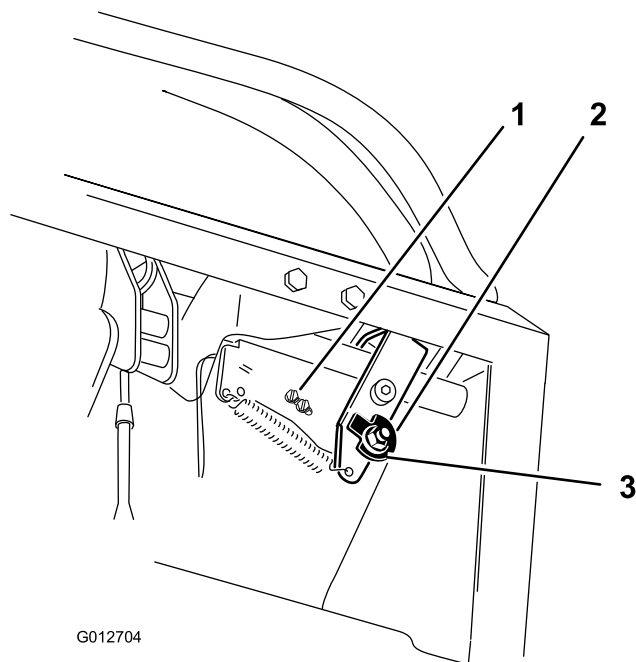
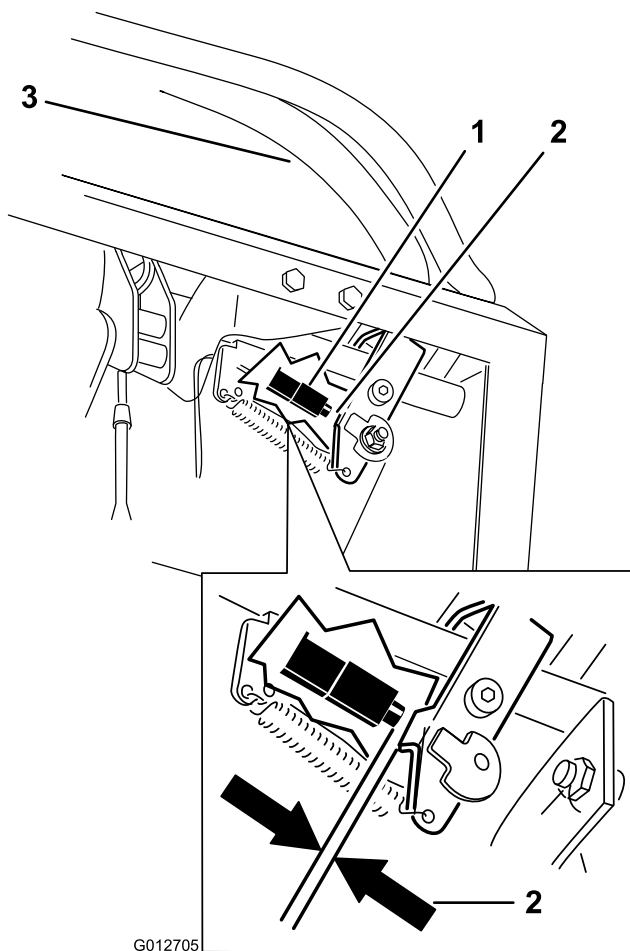

Figura 70
Figura 71
10. Controllate la distanza tra la leva di comando e il comando come indicato nella Figura 71. La distanza deve essere di 3 mm con la leva di controllo del movimento destra in posizione di sblocco in folle.
11. Se necessario, allentate le viti che sorreggono il comando e regolatelo (Figura 70 e Figura 71).
7. Allentate il dado che regge la camma (Figura 70).